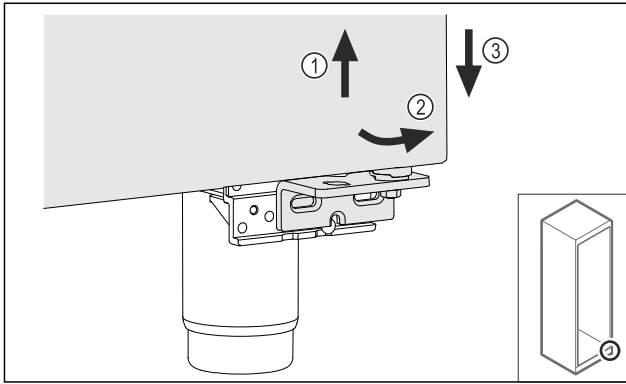

Fig. 12
- Soulever légèrement la porte Fig. 12 (1), la faire basculer vers l'avant Fig. 12 (2) et l'abaisser Fig. 12 (3).